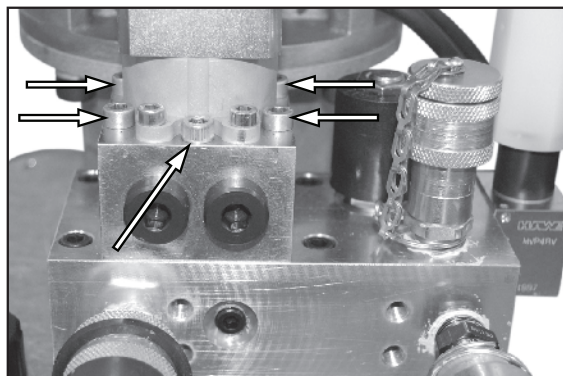

Figura 44.
2. Vedere la Figura 44. Allentare i cinque bulloni della valvola a 4 vie/2 posizioni. I bulloni sono prigionieri e fanno parte del gruppo.